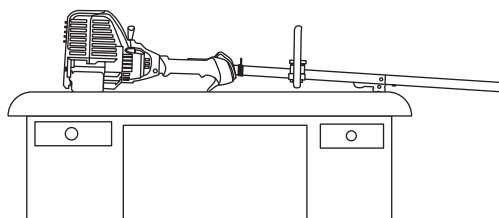

Fig. 19
2. Coloque el motor sobre una superficie plana y nivelada, con el protector de la cabeza de corte colgando de un banco o mesa de trabajo para obtener una lectura adecuada del nivel de aceite (Fig. 19).
5. La mirada en el petróleo llena hoyo, utiliza una linterna si necesitado. El petróleo debe estar tocando apenas las interiores la mayoría de los hilos (Fig. 19).